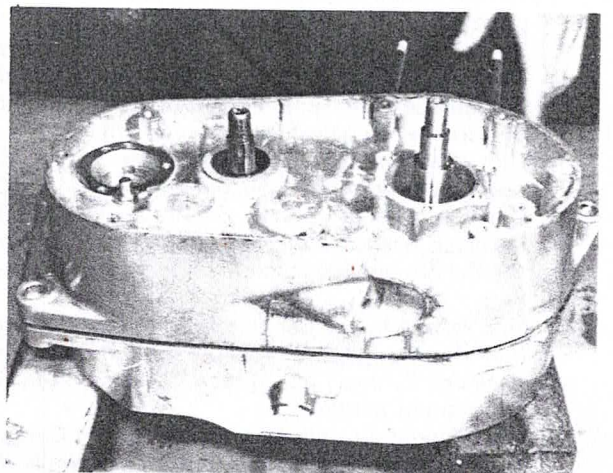

Bild 43
- Die Umgebung des rechten Hauptlagers auf etwa 150 bis 180 °C erwärmen. Falls das Erwärmen mit einer Flamme, z. B. einer Lötlampe erfolgt, muss diese ständig bewegt werden, um lokale Überhitzungen zu vermeiden. Das angewärmte Kurbelgehäuse mit der rechten Seite nach oben halten und mit einem Hauthammer leicht auf die Enden der Kurbelwelle und der Getriebehauptwelle klopfen, bis sich die Gehäusehälften trennen. Auf keinen Fall darf Gewalt angewendet werden (Bild 43).